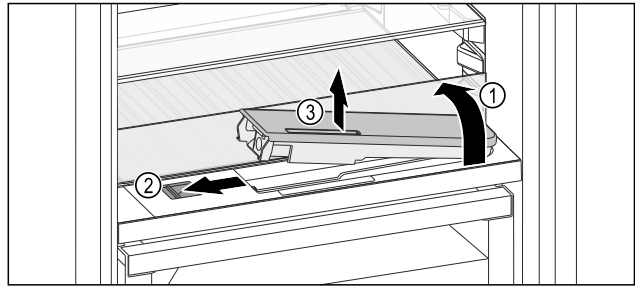

Fig. 122
- ▶ Soulever la tablette et la rabattre vers l'arrière jusqu'à la butée *Fig. 122 (1)*.
- ▶ Pousser le curseur *Fig. 122 (2)* vers la gauche.
- ▶ Sortir le filtre à eau *Fig. 122 (3)*.